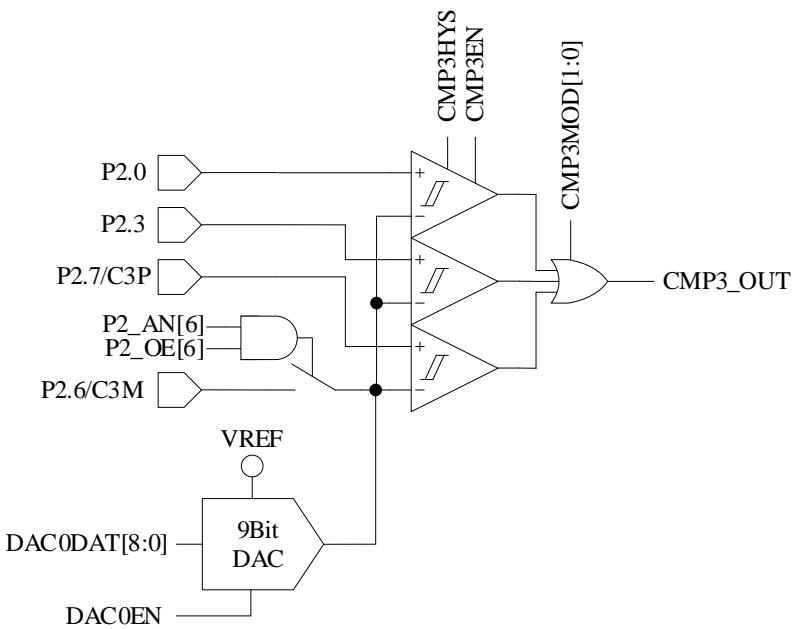

图 31-4 3 比较器输入模式
- 配置  $CMP\_CR1[CMP3MOD] = 1X$ ，CMP3 为三比较器输入模式，具体输入输出端口及接法如图 31-4 所示